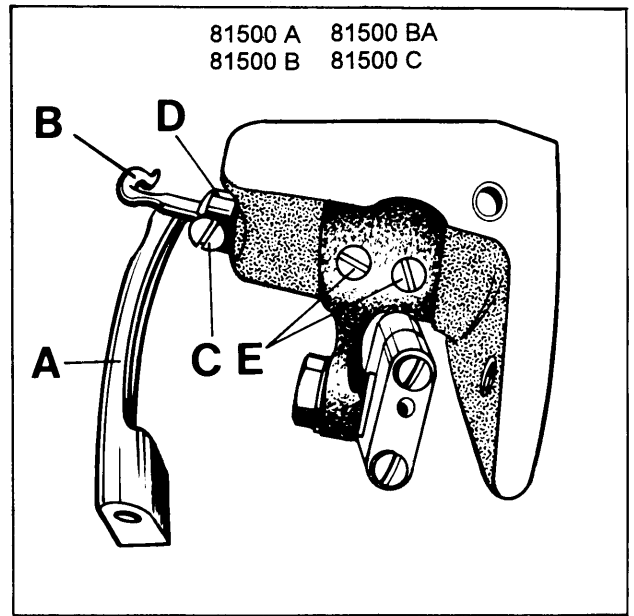

Fig. 14
The thread retainer (B, Fig. 14) should retain the lower looper thread before the lower looper (A) enters into the needle thread loop.
After loosening screw (C, Fig. 14) the thread retainer (B) can be moved to the left or right. Retighten screw on the flat of the thread retainer shank.
El retenedor de hilo (B, Fig. 14) debe retener el hilo del looper inferior antes de que el looper inferior (A) entre en el lazo del hilo de la aguja.
Después de soltar el tornillo (C, Fig. 14) el retenedor de hilo (B) debe poder moverse hacia la izquierda o hacia la derecha. Reajuste el tornillo en la parte plana del tronco del retenedor de hilo.